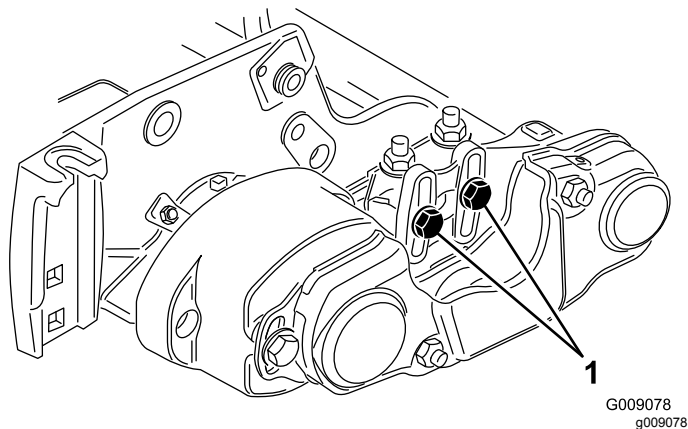
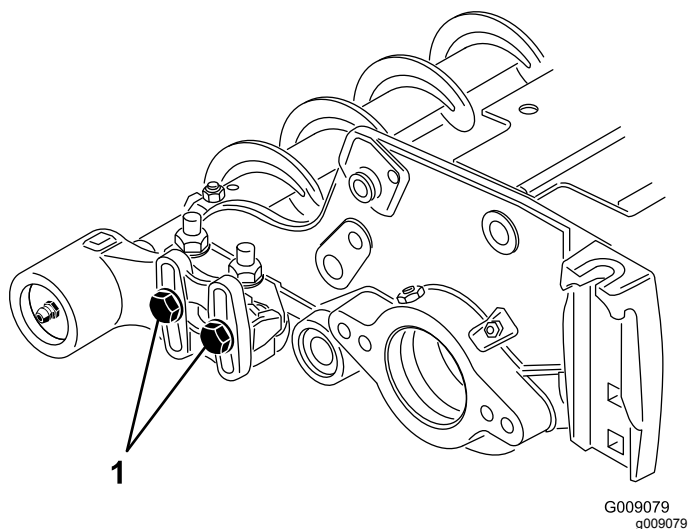

Figure 12
Figure 13
15. Desserrez les 2 boulons qui fixent chaque logement de roulement de la brosse de roulement au support de la brosse de roulement (Figure 12 et Figure 13).